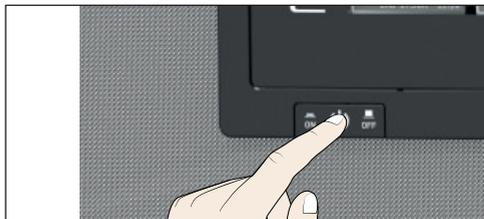

Рис. 19 Выключите устройство
3. Выключите устройство при помощи главного выключателя (Рис. 19)